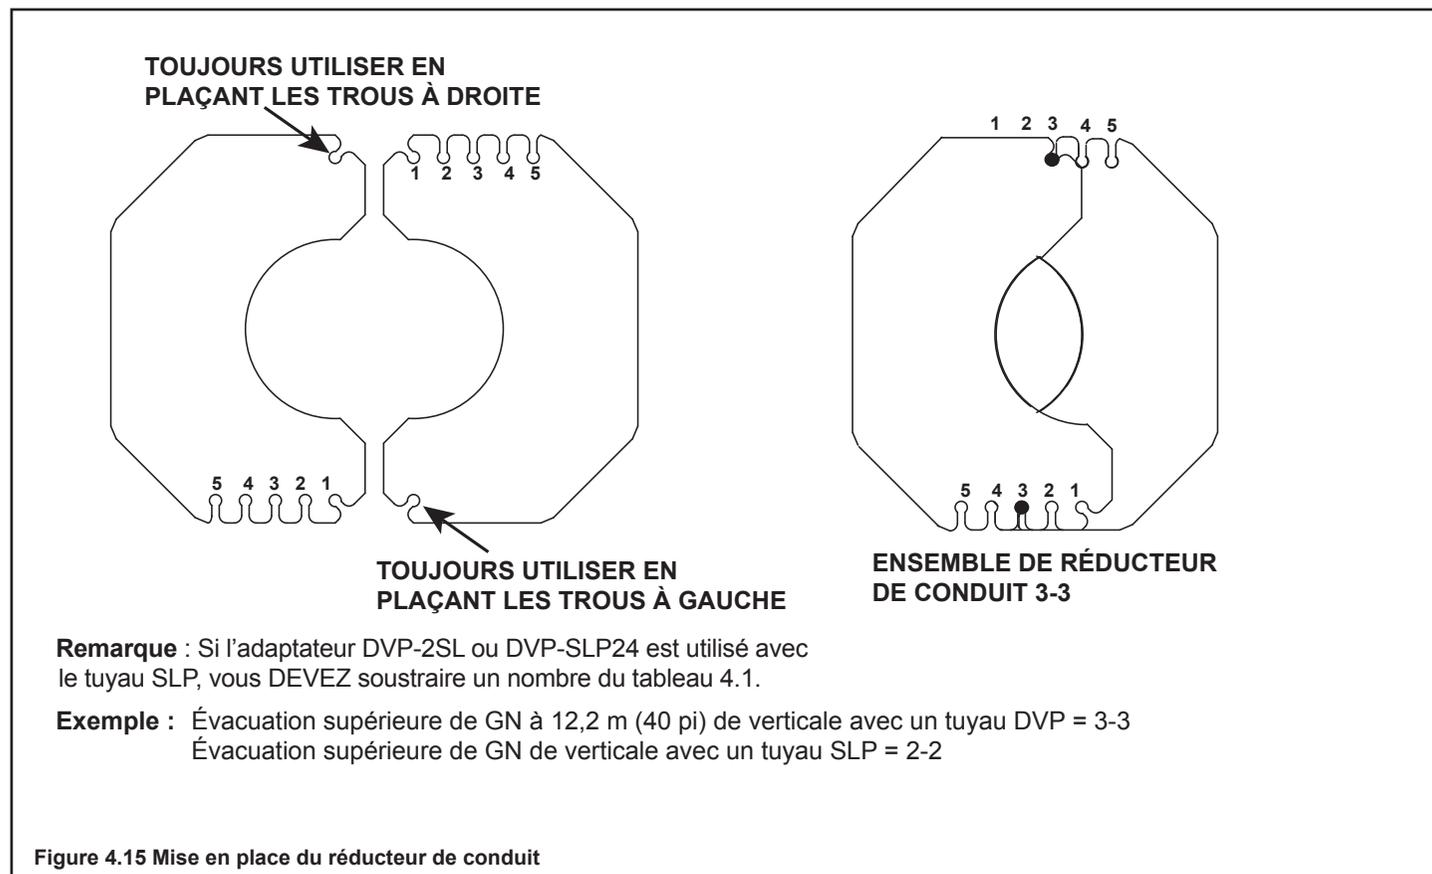

Figure 4.15 Mise en place du réducteur de conduit
2. Dans le tableau, agencez le total de la verticale du système avec la position appropriée pour le réducteur d'évacuation. Voir la figure 4.15 et le tableau 4.1.
3. Centrez les deux pièces du réducteur de conduit sur le conduit d'évacuation au réglage sélectionné à l'étape 2 et en fixant à l'aide des deux vis autotaraudeuses. Voir la figure 4.15.